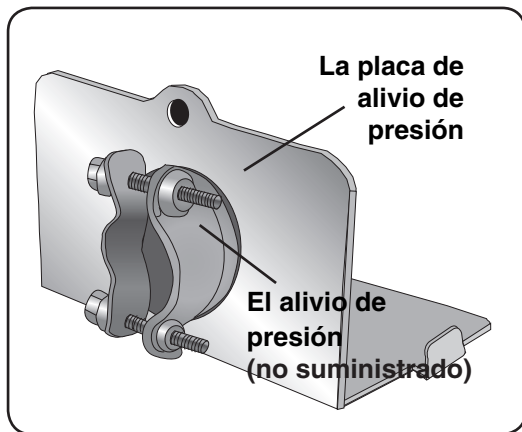

Ilustración 30
**NOTA:** Acomode el alivio de presión tal como indica en la Ilustración 30.